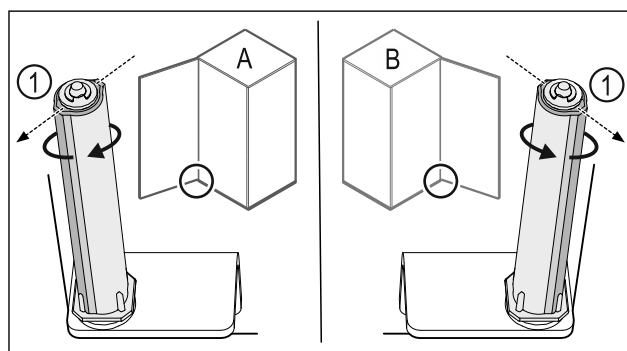

Fig. 43 Tope izquierdo (A) / tope derecho (B)
- Girar el sistema de cierre contra la resistencia hasta que el alma del sistema de cierre Fig. 43 (1) apunte hacia afuera.